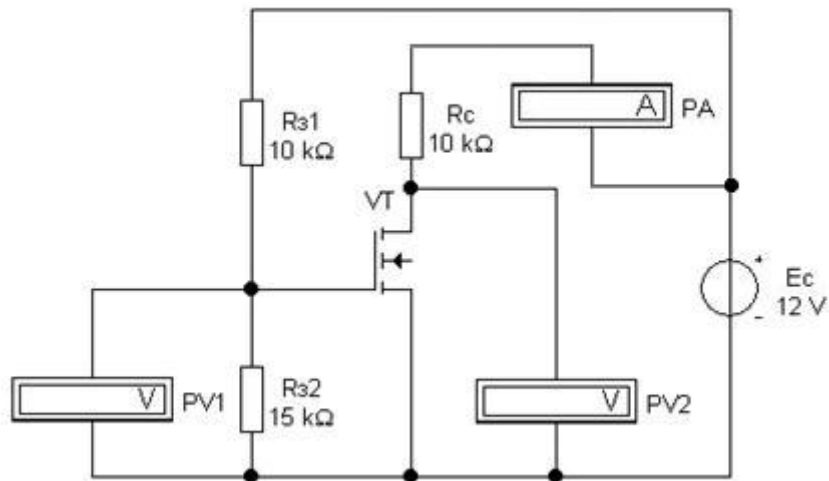

Рисунок 8 – Схема для дослідження режиму спокою підсилювача на польовому транзисторі з ізольованим затвором
2.10 В меню програми EWB обрати схему підсилювача (рис. 8).